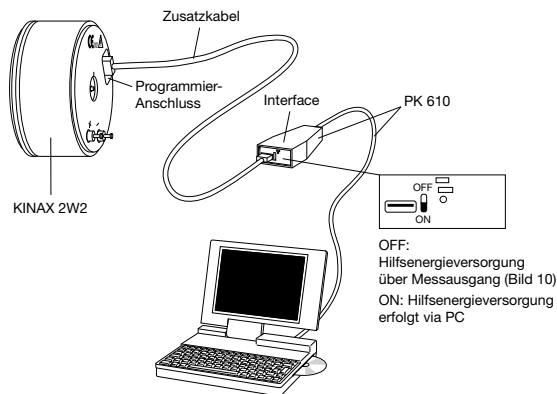

Bild 7. Anschlussschema Programmierung
Winkel-Messumformer der Reihe KINAX 2W2 benötigen keine mechanische Nullpunktmarkierung (wird auf Kundenwunsch jedoch angebracht). Er kann nach dem Einbau auf eine beliebige Position eingestellt und dort mit Hilfe der Software 2W2 fixiert werden. Zum Gebrauch der Konfigurations-Software 2W2 ist kein Anschluss der Hilfsenergie am KINAX 2W2 erforderlich (Bild 7; Schalter AUX an PK 610 auf ON).
1. Winkel-Messumformer montieren und mit Messobjekt mechanisch verbinden. KINAX 2W2 nach Bild 7 mit der Programmier-einrichtung verbinden. Konfigurations-Software 2W2 starten. Gerät – wenn nötig – mit den gewünschten Messbereichsdaten konfigurieren.
- Messumformer in Betrieb nehmen und gemäss Bild 7 an Programmierrichtung anschliessen (Schalter AUX am PK 610 auf OFF).